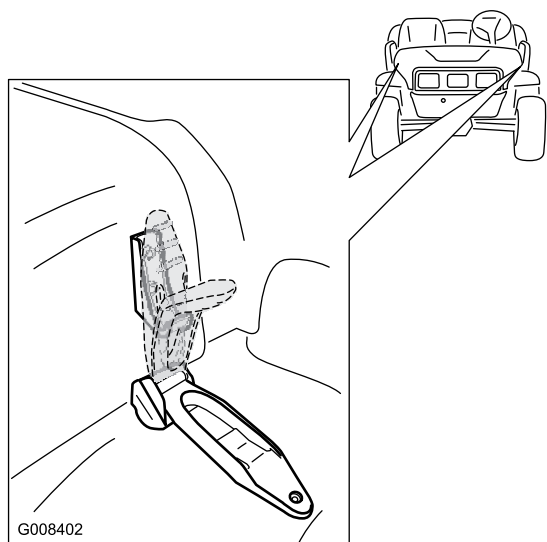

Figura 19
1. Allentate le linguette di gomma sui due lati del cofano (Figura 19).